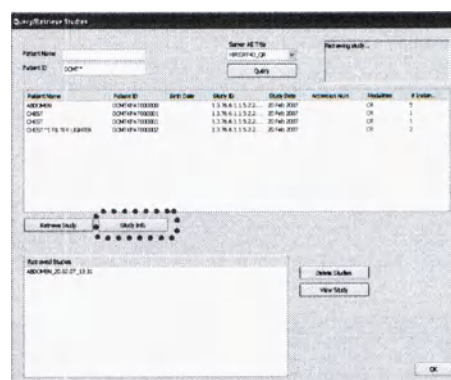

Рисунок 157
– выберите нужное исследование в окне **Результаты**. (см. рисунок 157).